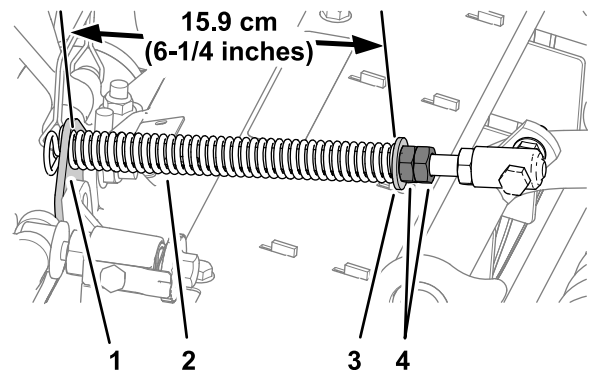

Figura 16
3. Apriete las tuercas hexagonales del extremo delantero de la varilla del muelle hasta que la longitud comprimida del muelle sea de 15,9 cm, como se muestra en la Figura 16.